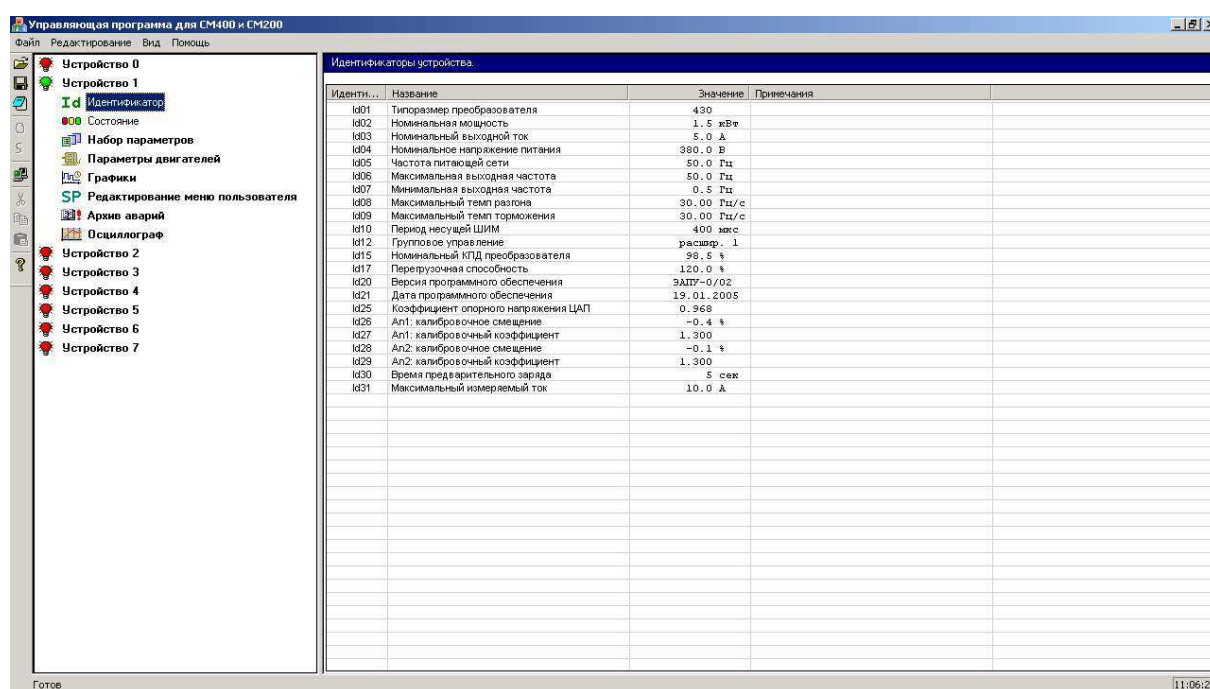

Рисунок 4-4. Окно отображения «Идентификатор».
- **Id Идентификатор.** (см. рис. 4-4).